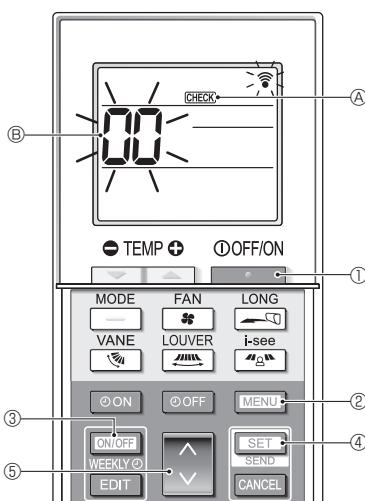

Fig. 7-6
7.3.2. Para controlador remoto inalámbrico (Fig. 7-6)